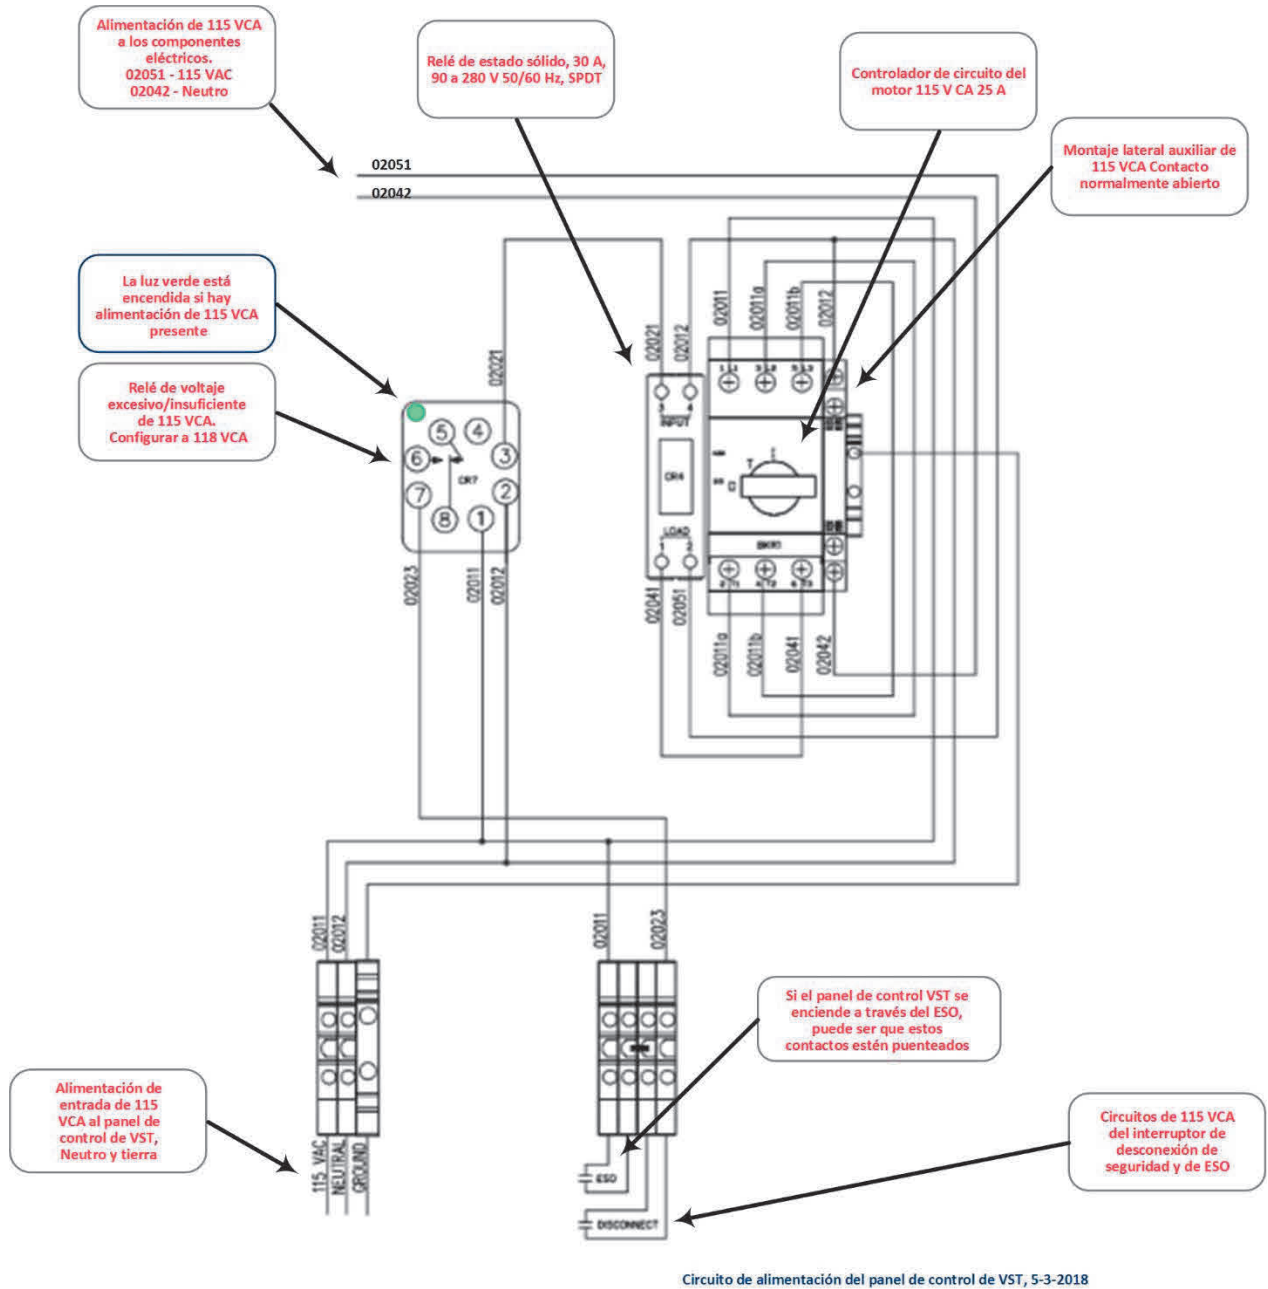

Figura 8-10: Diagrama del circuito de energía de 115 VCA del panel de control de VST
3.	<p>El panel de control de VST debe suministrar 115 VCA a través de un relé seco de apagado de emergencia (ESO) para que el panel de control de VST se encienda y la GREEN MACHINE funcione. Vea las Figuras 8-5 y 6-8.</p> <ul style="list-style-type: none"> <li data-bbox="423 795 1411 825">a) Verifique que el panel de control de VST esté conectado al ESO de la estación. <li data-bbox="423 875 1411 936">b) Verifique que el ESO no esté acoplado. Si el ESO está acoplado, la GREEN MACHINE no recibirá 115 VCA. <li data-bbox="423 987 1411 1050">c) Verifique que todas las conexiones de cables del panel de control de VST al ESO sean correctas y estén ajustadas. <li data-bbox="423 1066 1411 1169">d) Verifique que el circuito de ESO tenga una alimentación de 115 VCA del panel de control de VST por los terminales 02011 y 02032 en la sección de conexiones de campo del panel de control de VST. Vea la Figura 8-6. <li data-bbox="423 1220 1411 1283">e) Verifique que el relé de sobre/bajo voltaje 115 VCA esté ajustado para 118 VCA o al voltaje local. Vea la figura 8-10.
5. Compruebe que el panel de control de VST reciba alimentación y el cableado esté instalado correctamente y esté ajustado. **Vea la figura 8-10.**
<p>e) Verifique que el relé de sobre/bajo voltaje 115 VCA esté ajustado para 118 VCA o al voltaje local. Vea la Figura 8-10.</p>